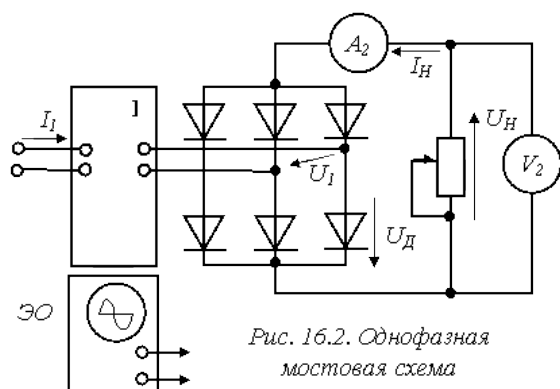

Рис. 16.2. Однофазная мостовая схема
5. Собрать схему (рис. 16.2) (комплект К-50 включить по однофазной схеме измерения). Приборы А2 и V2, должны быть магнитоэлектрической системы. В качестве нагрузки используется реостат с сопротивлением 100 Ом.